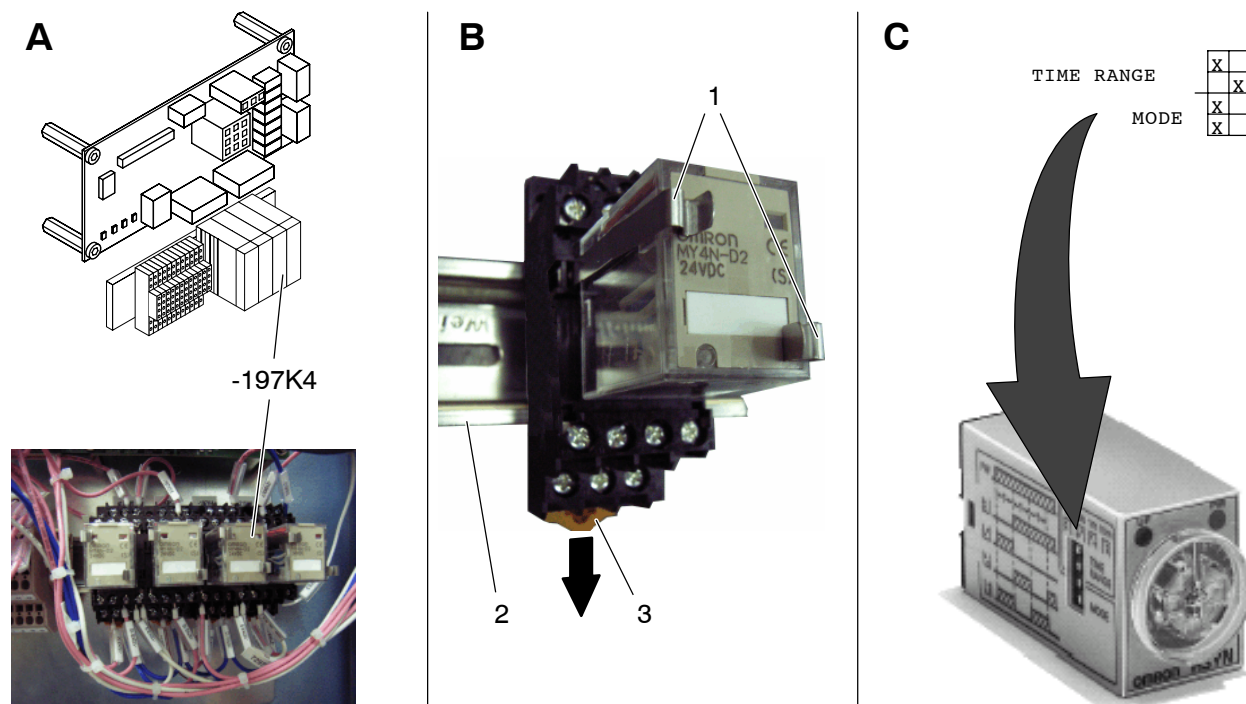

Fig. 3-8
1. Consulte a fig. 3-8, A: Localize o relé -197K4 no quadro eléctrico.
2. Consulte a fig. 3-8, B: Solte o grampo de fixação (1) e retire o relé.
3. Empurre a patilha (3) para baixo com uma chave de parafusos e retire a base do relé da calha em C (2).
6. Consulte a fig. 3-8, C: Verifique se os comutadores de selecção *Time range* e *Mode* do relé temporizador estão ajustados.